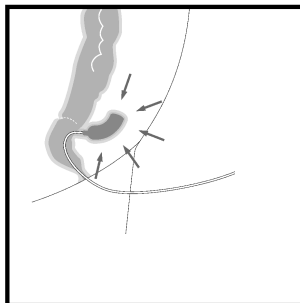

Fig. 4
17. Contrôler la position de l'éponge à l'aide de l'endoscope. (Fig. 4)